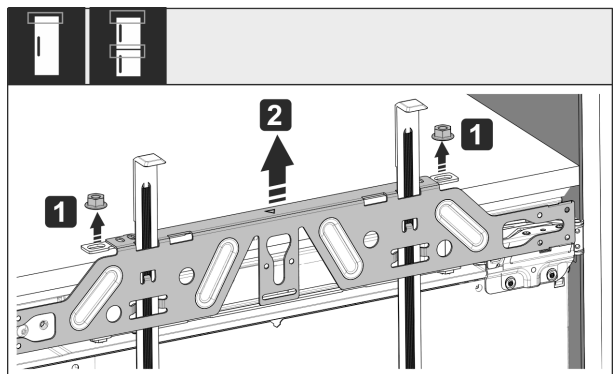

Fig. 58
► Svitare i controdadi Fig. 58 (1).
► Togliere la traversa di fissaggio Fig. 58 (2).